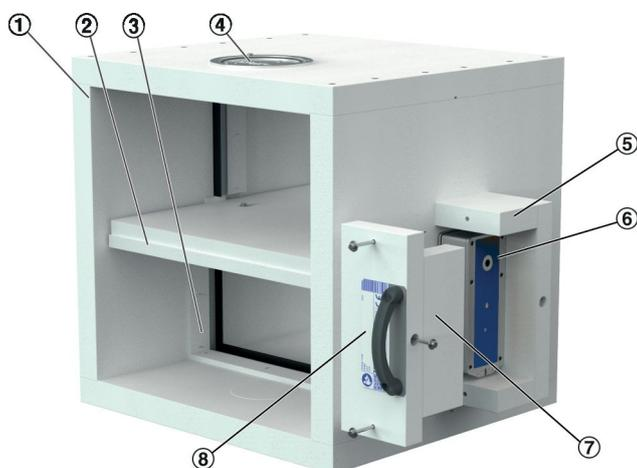

Abb. 4: Entrauchungsklappe EK2-EU
- ① EK2-EU
- ② Anschlussrahmen (optional)
- ③ Befestigungsschraube
- ④ Dichtung
- ⑤ Bereich für die Zugänglichkeit der Antriebskapselung freihalten Abb. 4
- ⑥ Antriebskapselung
- ⑦ Modulkapselung
- ① Bedienseite
- ② Einbauseite